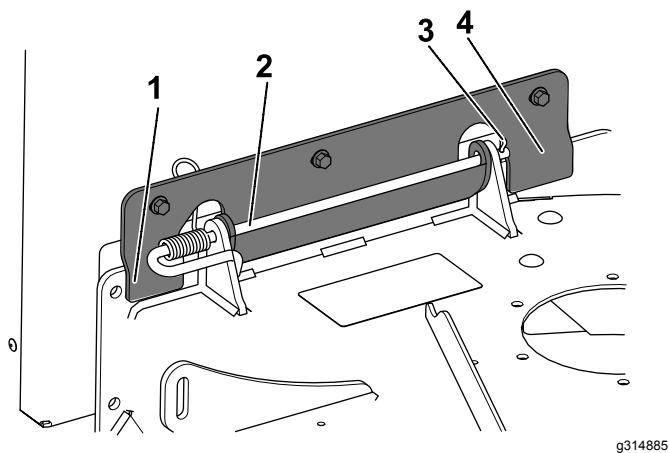

Figura 12
1. Posicione a patilha frontal e traseira no suporte de montagem do depósito de recolha na máquina como se mostra na Figura 12.
4. Instale a barra previamente removida e contrapino correspondente; consulte a Figura 12.